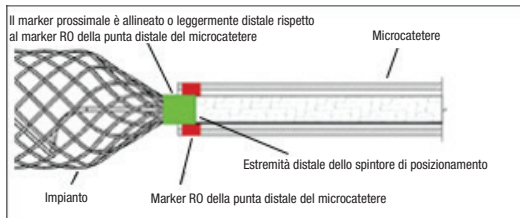

Figura 6 – Posizione delle bande del marker per il distacco
24. Servirsi della fluoroscopia per fare avanzare lentamente l'impianto fuori dalla punta del catetere. Continuare a fare avanzare l'impianto nel sito desiderato fino a quando il marker radiopaco prossimale sull'impianto sia allineato o leggermente distale dal marker RO della punta distale del catetere, posizionando la zona di distacco appena al di fuori della punta del catetere. Vedere Figura 6. Riposizionare se necessario. Se la dimensione dell'impianto non è adeguata, rimuoverlo e sostituirlo con un altro dispositivo. Se si osserva un movimento indesiderabile dell'impianto sotto fluoroscopia dopo il posizionamento e prima del distacco, rimuovere l'impianto e sostituirlo con un altro impianto di dimensioni più appropriate. Lo spostamento dell'impianto potrebbe indicare che l'impianto potrebbe migrare dopo il distacco. **NON** ruotare lo spintore di posizionamento durante o dopo il posizionamento dell'impianto nel sistema